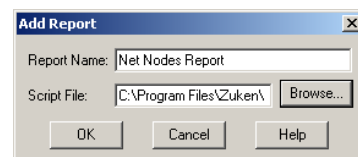

Рис. 5. Добавление отчета в меню.
3. В появившемся окне Add Report (рис. 5) нажмем кнопку Browse.